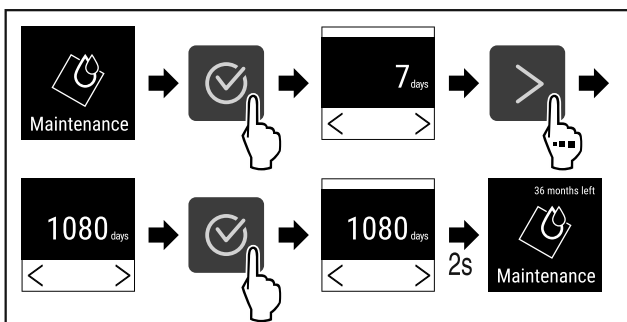

Fig. 79
- ▶ Провести етапи операцій (див. Fig. 79) .